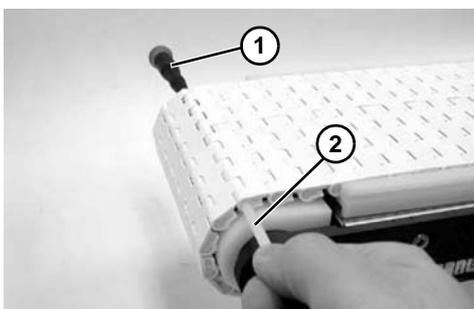

Figure 38
2. Insérer un tournevis (**Figure 38, élément 1**) dans un côté de la bande et pousser la tige (**Figure 38, élément 2**). Retirer la tige et séparer la bande.